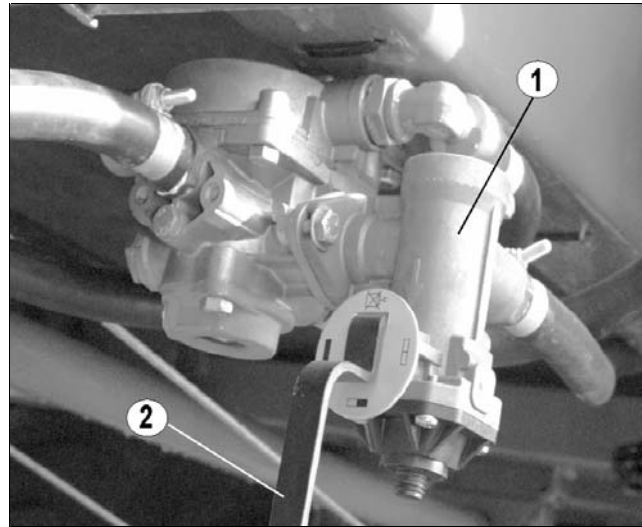

Fig. 15
- Vor Antritt der Fahrt den Bremskraftregler (Fig. 15/1) am Handhebel (Fig. 15/2) entsprechend dem Beladungszustand manuell einstellen.